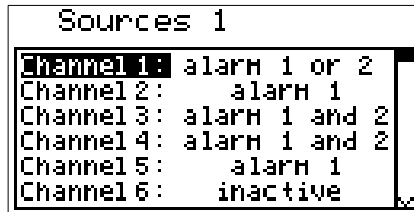

Abb. 7.25. Untermenü "Source" im Menü „Ausgangseinstellungen“.
**"Source"** - Öffnet ein Untermenü mit den Einstellungen der Alarmquellen (Abb. 7.25). Die folgenden Optionen sind für jeden Kanal verfügbar: